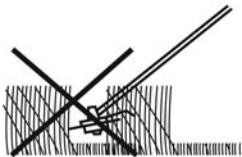
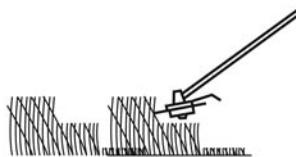

Рис. 27
Рис. 28
- > Не пытайтесь срезать высокую траву за один проход: всегда работайте в несколько этапов (рис. 27). Это всегда обеспечит лучшие результаты (рис. 28).